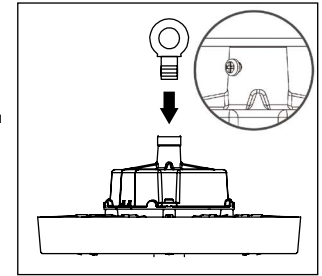

Рис. 1
- 5.5.2 Вставьте рым-болт из комплекта поставки осветительного прибора в специальное отверстие в верхней части корпуса и надежно затяните, затем надежно затяните установочный винт, чтобы предотвратить ослабление крепления рым-болта (рис. 1).